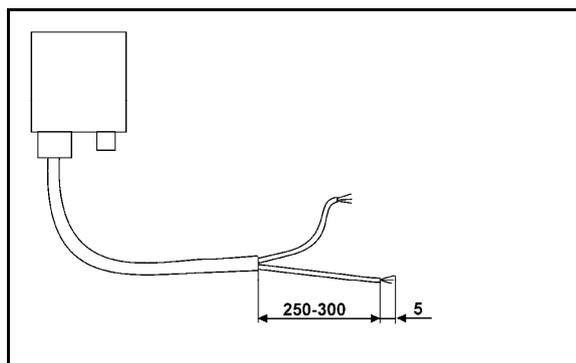

Fig. 3
Esempio (Fig. 3/6)
3. Togliere la guaina dall'estremità cavo (Fig. 3) per circa 250 - 300 mm
- Togliere l'isolamento da ciascuna delle estremità cavo (Fig. 3) per 5 mm.